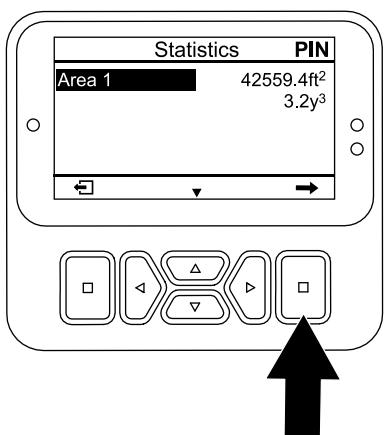

Figura 98
- No ecrã STATISTICS, prima o botão baixo até a opção AREA 1 estar selecionada (Figura 98).